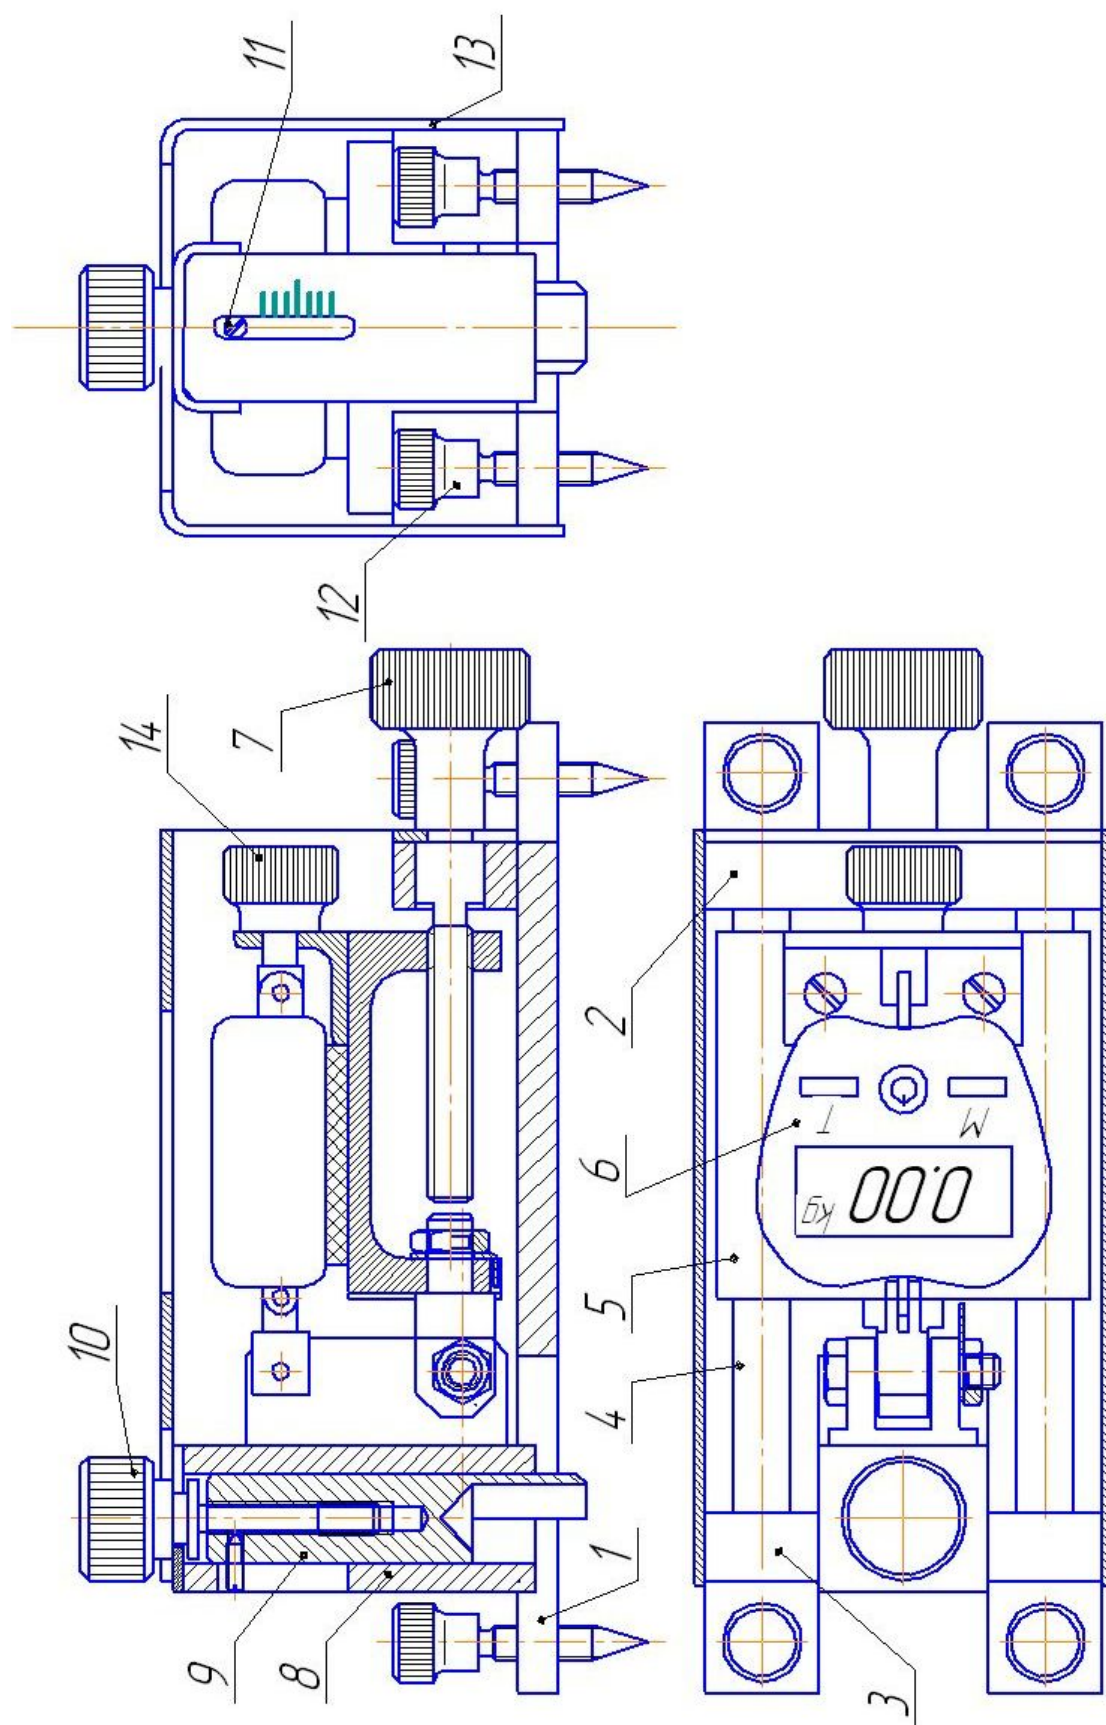
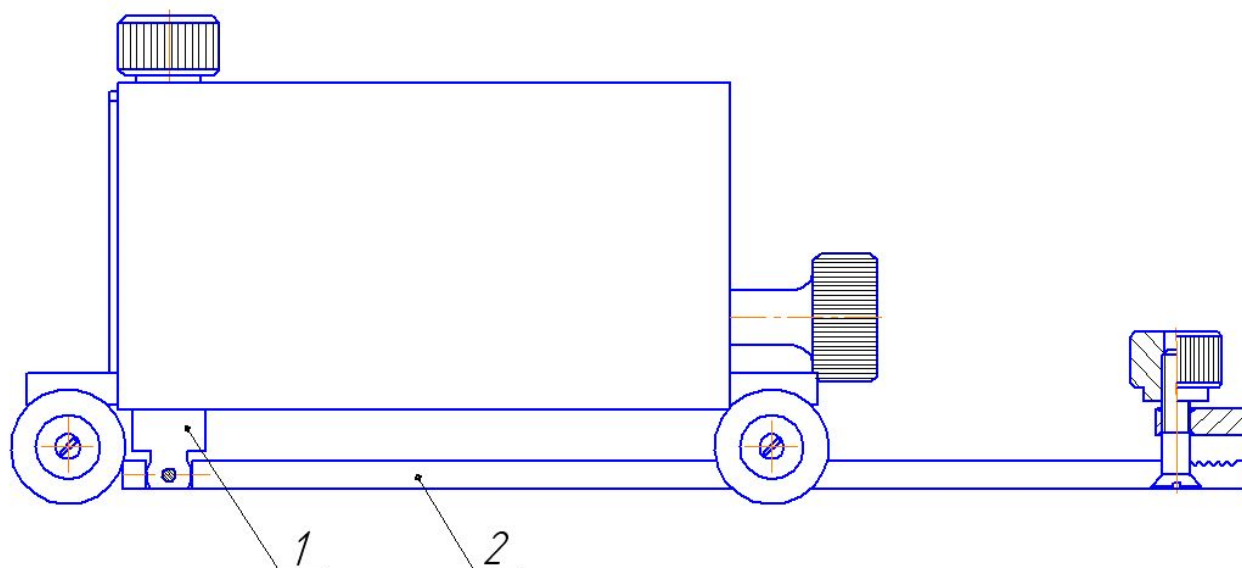

Рис.1
Рис.4
Устройство АР-2Э (см. рис.1) состоит из основания 1, на котором закреплены упор 2 и две пяты 3, удерживающие две цилиндрические направляющие 4. По этим направляющим может передвигаться каретка 5, на верхней плоскости которой установлен электронный безмен 6. Перемещение каретки по направляющим осуществляется вращением винта 7. Каретка шарнирно соединяется с корпусом 8, который является своего рода коромыслом. К верхнему плечу этого коромысла шарнирно присоединен электронный безмен 6, а нижним плечом является находящийся в корпусе скребок 9. Вращением винта 10 скребок 9 можно перемещать относительно корпуса и таким образом изменять длину нижнего плеча. Для установки необходимой длины плеча на корпусе 8 нанесена шкала, одно деление которой равно 2 мм. Если торец винта-указателя 11, соединенного со скребком 9 и перемещающегося в окне корпуса 8, находится напротив центрального деления шкалы (удлиненная риска), то это означает равенство плеч коромысла.
5). С основания адгезиметра снимают резак и на его место крепят второе шасси. Из корпуса 8 (рис.1) вращением винта 10 выдвигают, а затем и извлекают скребок 9. Вместо скребка в корпус вставляют палец 1 кулисы 2 (рис.4).
8). Винтом 14 (рис.1) выбирают зазоры в элементах крепления электронного безмена 6, создавая небольшое натяжение.